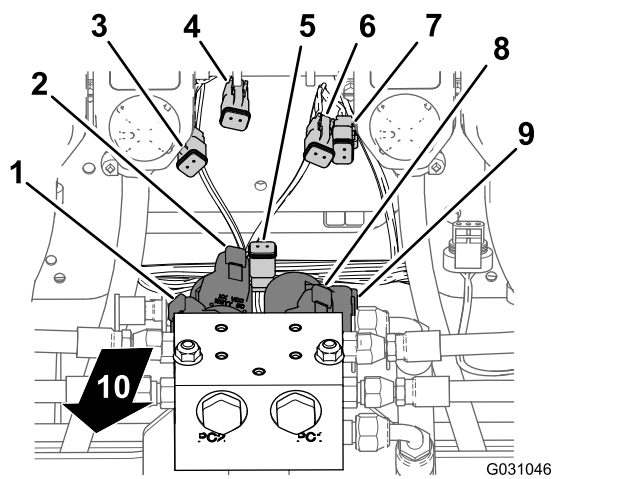
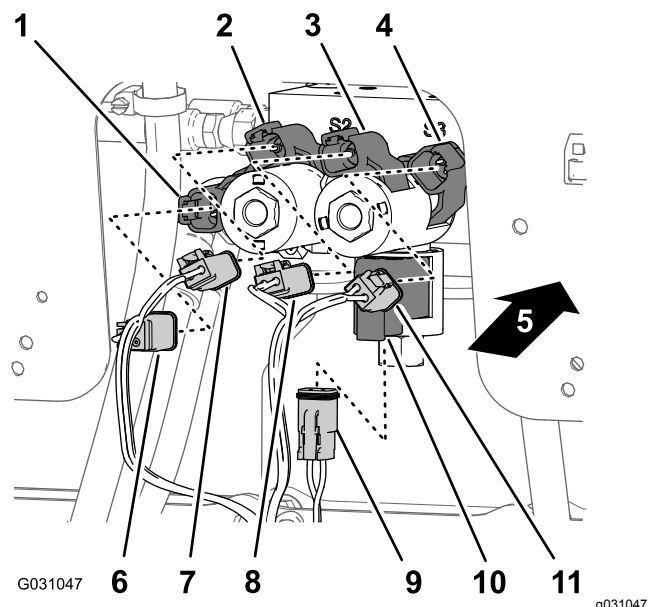

Figure 111
Figure 112
d'activation) au connecteur à 2 broches pour le solénoïde d'activation (Figure 111 et Figure 112).
2. Au niveau du solénoïde inférieur droit, branchez le connecteur à 2 douilles du faisceau arrière identifié par **Right Down** (descente côté droit) au connecteur à 2 broches pour le solénoïde de descente droit (Figure 111 et Figure 112).
3. Au niveau du solénoïde supérieur droit, branchez le connecteur à 2 douilles du faisceau arrière identifié par **Right Up** (levée côté droit) au connecteur à 2 broches pour le solénoïde de levée droit (Figure 111 et Figure 112).
solénoïde de descente gauche (Figure 111 et Figure 112).